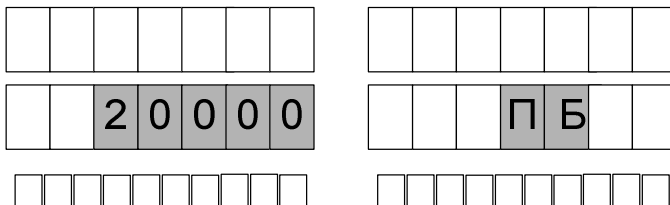

Рисунок 7
11.2 Доза на устройство задается оператором с помощью СУ. В начале нового налива, когда измерительная установка готова к отпуску топлива, мигающими символами в средней строке ЖКИ отображается значение заданной дозы, а в случае отпуска "до полного бака" – символы "ПБ" (рисунок 7). Это предоставляет удобный способ определить, когда можно начать налив, а также убедиться, что задано требуемое количество топлива.